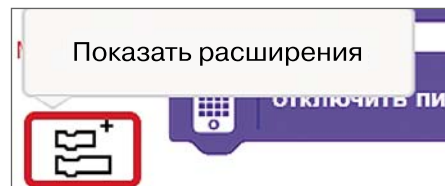

Рис. 15. Кнопка «Показать расширения»
- 1) в левом нижнем углу нажать на иконку «Показать расширения» (рис. 15);